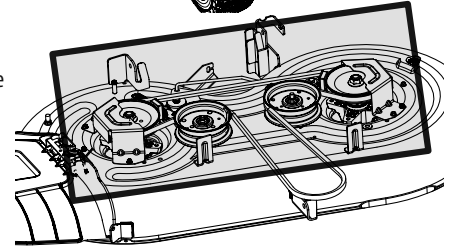

Figure 22
- Nettoyez la partie supérieure du plateau de coupe, la partie sous le couvercle des fusées et la partie autour des courroies. Voir Figure 22.